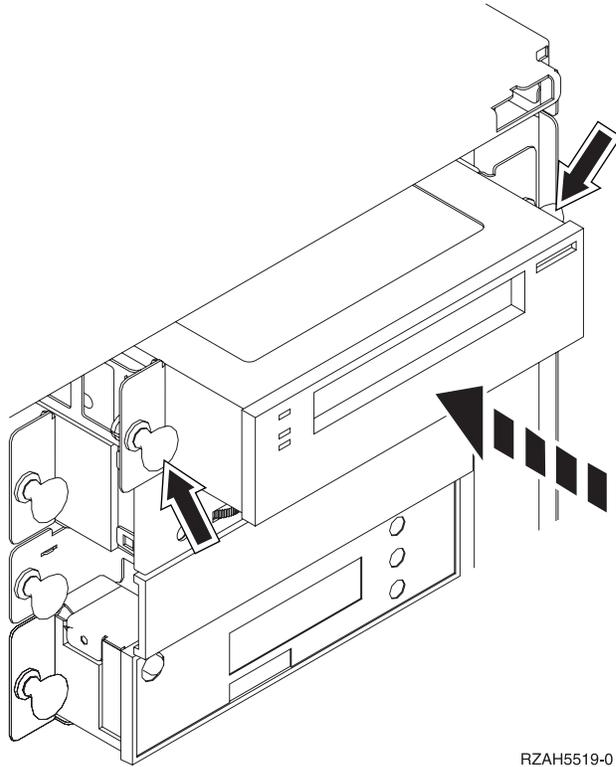

Figura 2. Instalación del medio extraíble
- ___ 10. Alinee el dispositivo y empújelo con suavidad desde la parte frontal hacia el interior de la unidad del sistema (Figura 2 en la página 4) hasta que tope con el bastidor de la unidad del sistema.